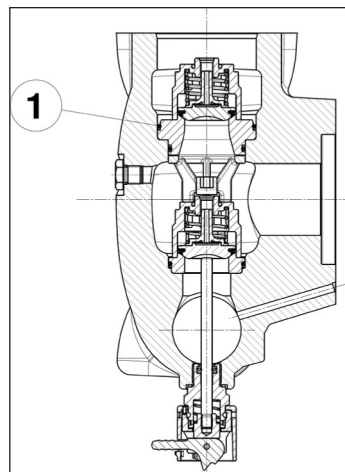

Fig. 111
Preste atenção especial na inserção do anel O-ring indicada na pos. ①, Fig. 111. Recomendamos o uso da ferramenta nº 27516000 (nas versões com pistão de Ø: 40 - 45 - 50) ou o cód. 27516100 (nas versões com Ø pistão: 55 - 60 - 65) para evitar que o anel circular possa partir durante a inserção.